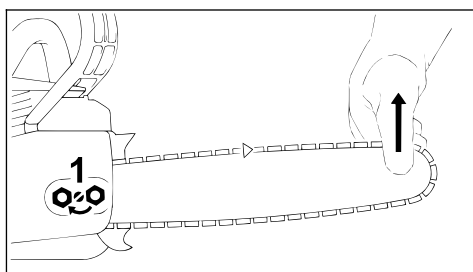

Рис. 37
- винт (рис. 37, поз. 1) поверните отверткой вправо, пока пильная цепь не будет прилегать к нижней стороне направляющей шины.